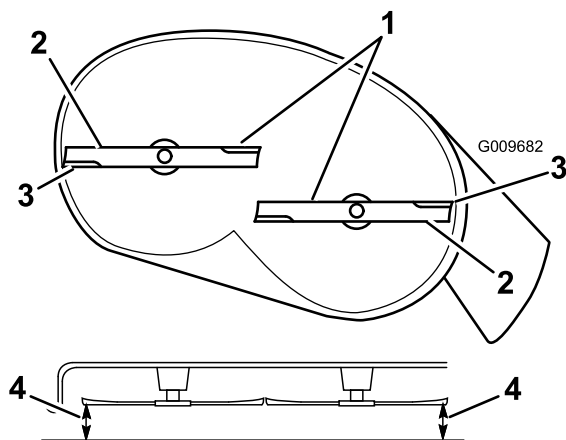
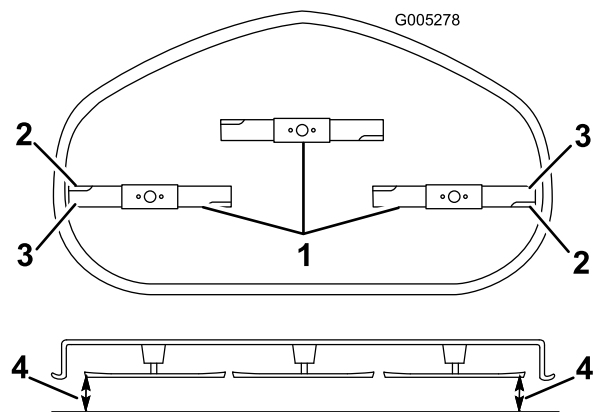

Figura 58
Figura 59
4. Gire cuidadosamente las cuchillas hasta que estén todas orientadas lateralmente (Figura 58 y Figura 59).
5. Mida entre los bordes de corte exteriores y la superficie plana (Figura 58 y Figura 59).